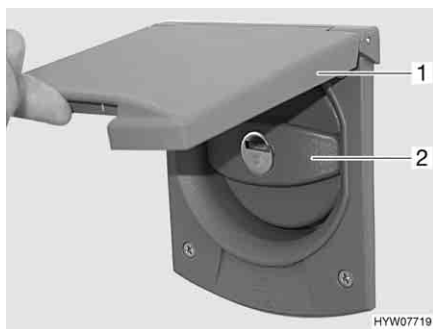

Fig. 91 Coperchio per bocchettone di riempimento dell'acqua potabile
- Alzare lo sportello esterno (Fig. 91,1) verso l'alto.
- Ruotare il coperchio blu (Fig. 91,2) di un quarto di giro.